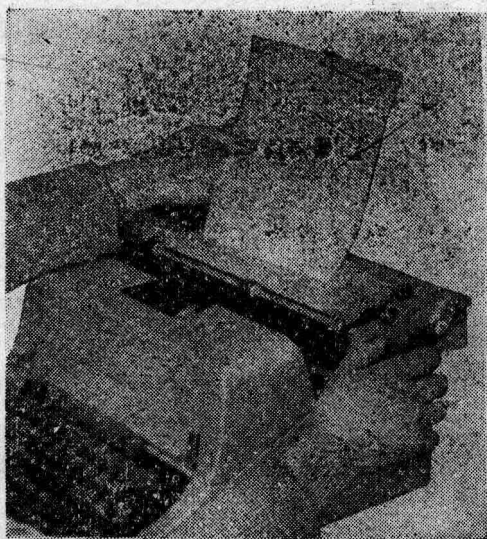

图 2-19
- ① 左手握纸, 将纸放入橡皮滚筒下。用右手转动滚筒的旋柄, 使纸卷入(见图 2-19)。
- ② 移动“移动刻度尺”作为放纸的基准。
- ③ 向前扳下“松纸扳手”, 松开纸张移动对齐, 并随手将“松纸扳手”复位。